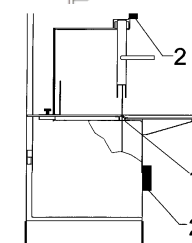

Fig. 7.8.1
7.8. - Pulizia tassello guidalama (Fig. 7.8.1)